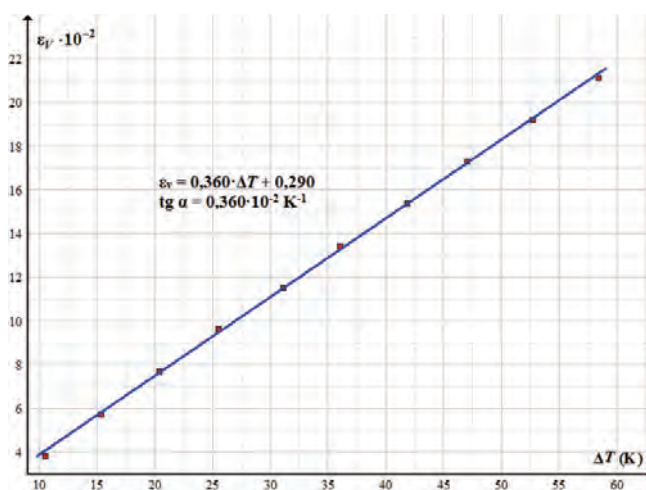

Fig. 8
□ Din graficul  $\epsilon_V = f(\Delta T)$ , trasat cu programul (fig. 8), se determină panta dreptei: